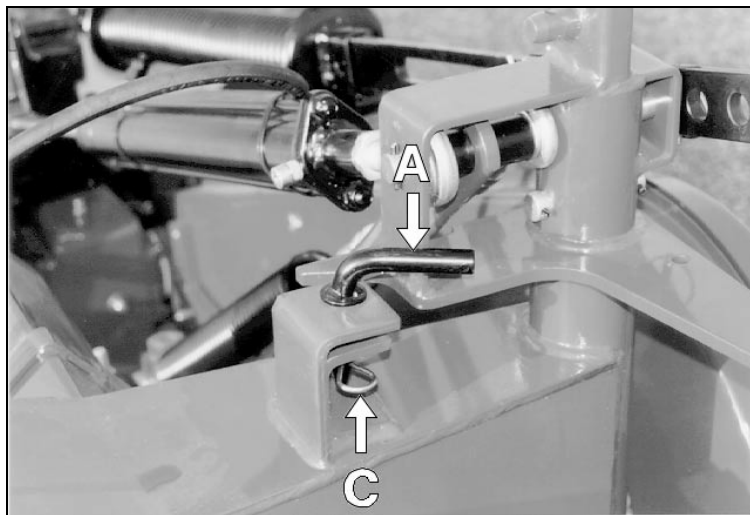

fig.27
2. togliere il chiavistello **A** (fig.27);
4. far ruotare e reinserire il chiavistello **A** (fig.27), bloccandolo con lo spillo di sicurezza **C** (fig.27).
2. remove bolt **A** (fig.27);
4. turn and reinsert the bolt **A** (fig.27) and lock it with the safety clip **C** (fig.27).
2. enlever le verrou **A** (fig.27);
4. faire tourner et remettre en place le verrou **A** (fig.27), en le bloquant avec la goupille **C** (fig.27).
2. quitar el pestillo **A** (fig.27);
4. hacer girar y volver a introducir el pestillo **A** (fig.27), bloqueándolo con el pasador de seguridad **C** (fig.27).
2. den Riegel **A** (Abb.27) entfernen;
4. den Riegel **A** (Abb.27) drehen und wieder einsetzen und mit dem Sicherheitsstift **C** blockieren (Abb.27).